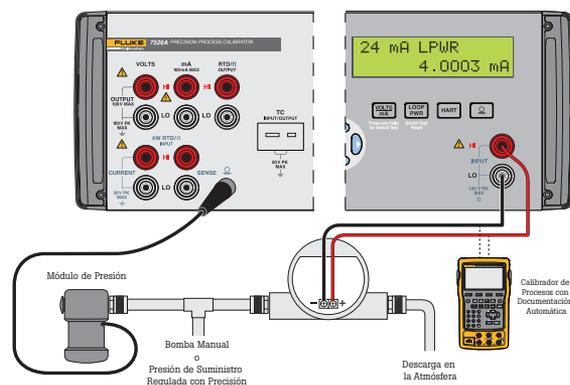

Figura 4. Conexión del módulo de presión, la fuente y el transmisor.
1. Realice las conexiones necesarias con el módulo de presión, la fuente de presión y el transmisor de presión, como se indica en la Figura 4. Para que la calibración sea correcta, las conexiones no deben tener ninguna fuga. Realice la conexión con el lado alto (H) y asegúrese de que el lado bajo (L) se descargue en la atmósfera.